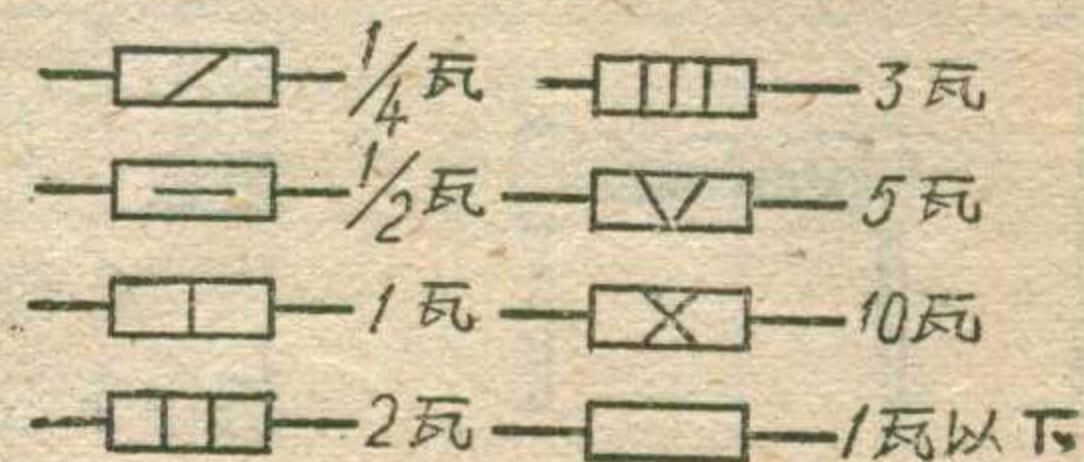

图 8
上述都是一般常有的旋鈕。由于各种电视机的結構設計不同,各旋鈕在电视机上的位置和控制方法也是不同的。我們举出国产“北京”牌、苏联“紅宝石”牌和“纪录”牌几种电视接收机的控制旋鈕位置图(見图8, 9, 10),供作参考。
2. 功率的选择 电阻的額定功率标准应当是以能長時間耐受額定功率所产生的热量，而不致过多变化其阻值为标准。但是这种标准很难精确地确定，随环境的溫度而有所不同。为了使电阻能經久耐用，應該采用較实际消耗功率大一倍的电阻。例如某一电阻的阻值是100千欧，流过的电流是2毫安，它的实际消耗功率是0.4瓦，这样用1瓦的电阻就可以了。电阻功率数值在图上的表示法見图8。